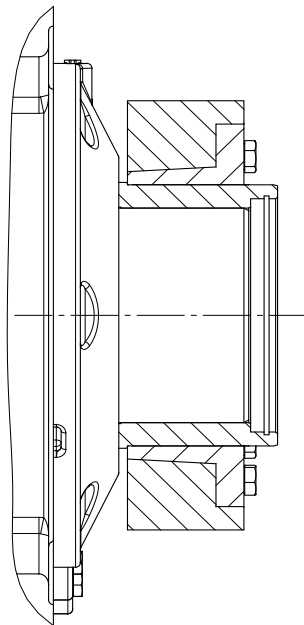

Рис. 12: Установка стяжной муфты
8. После затягивания стяжных болтов торцевая поверхность внутреннего кольца должна плотно прилегать к торцевой поверхности наружного кольца; кольца должны располагаться друг над другом. Осмотреть стяжную муфту и убедиться в отсутствии деформации (Рис. 12).